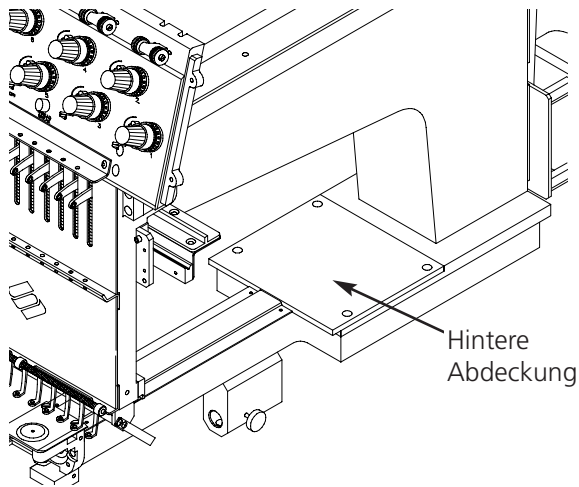
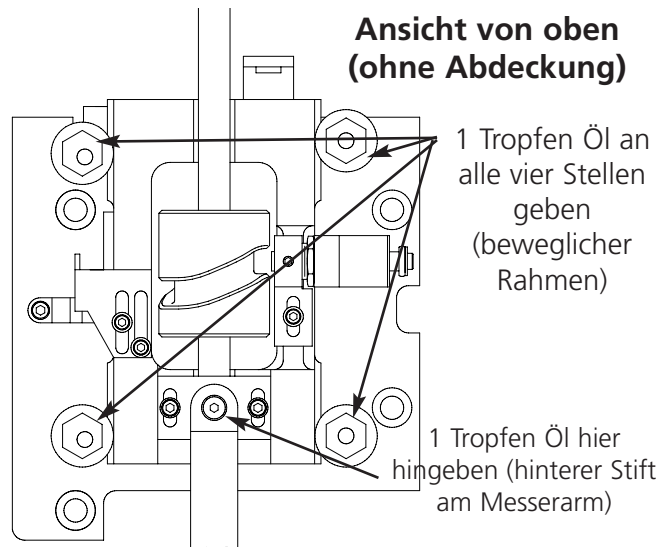

Abbildung 4-14
Abbildung 4-15
5. Wird beweglicher Rahmen, hinterer Stift am Messerarm angezeigt, drücken Sie die Taste . Die X/Y-Achse wird in die Rahmenmitte bewegt. Entfernen Sie die hintere Abdeckung (Abb. 4-14). Siehe Abb. 4-15, um den beweglichen Rahmen des Fadenschneiders und den hinteren Stift des Messerarms zu ölen. Nach Beendigung drücken Sie die Taste . Bringen Sie die hintere Abdeckung wieder an.